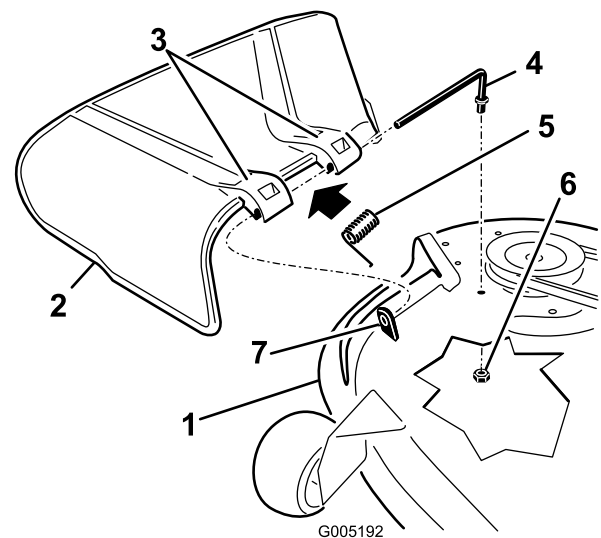

Figure 71
2. Retirez l'écrou (3/8 pouce) de la tige, sous le plateau de coupe (Figure 71).
3. Sortez la tige de la courte cheville de positionnement, du ressort et du déflecteur d'herbe (Figure 71). Déposez le déflecteur d'herbe s'il est endommagé ou usé.
4. Remettez en place le déflecteur d'herbe (Figure 71).
6. Placez le ressort sur la tige, les fils d'extrémité dirigés vers le bas, entre les supports du déflecteur d'herbe. Insérez la tige dans le deuxième support du déflecteur d'herbe (Figure 71).
7. Insérez la tige à l'avant du déflecteur dans la courte cheville de positionnement sur le plateau. Fixez l'extrémité arrière de la tige dans le plateau de coupe à l'aide d'un écrou (3/8 pouce) (Figure 71).
1. Repérez les éléments illustrés à la Figure 71.